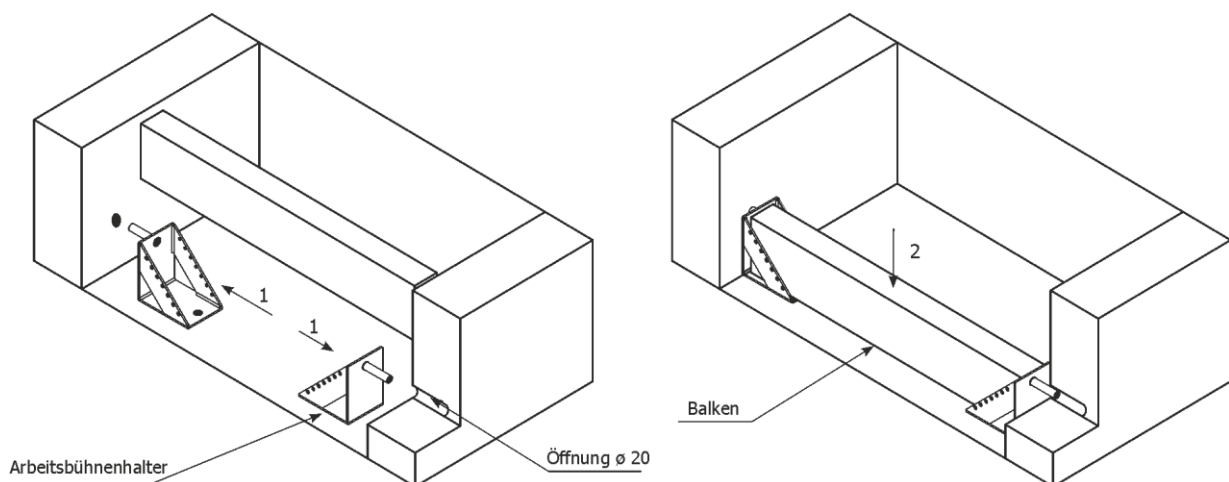

Abb. 58 Montage der Entladungsbühne (Beschreibung in dieser Betriebsanleitung)
2.16 Montage der Halterung für Arbeitsbühne (Abb. 58)